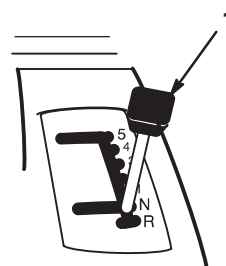

Bild 7
3. Stellen Sie den Fahrtriebshebel auf Neutral (Bild 7).